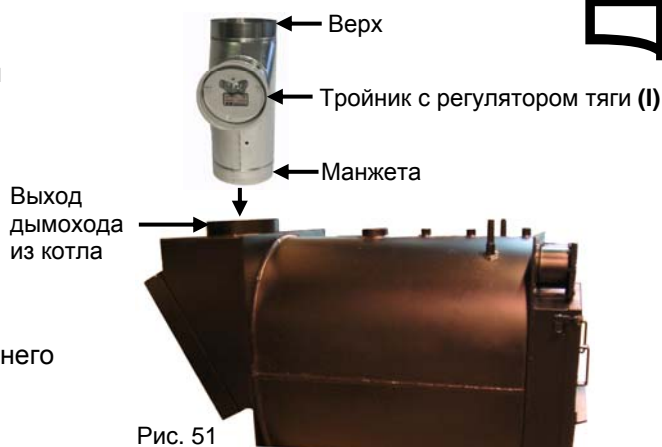

Рис. 51
Примечание: Дымоход может быть установлен до или после установки панели. На Рис. 51 показана модель EL-500B до установки панели.
1. Вставляйте узкий конец тройника с барометрической заслонкой (I) вниз, в выход теплообменника до тех пор, пока он не будет плотно сидеть в нем. (Рис. 51)
7. Подсоедините трубу диаметром 150 мм (EL-140B), 200 мм (EL-200B и EL-375B) или 250 мм (EL-500B) к выходу тройника с барометрической заслонкой. (Рис. 51)